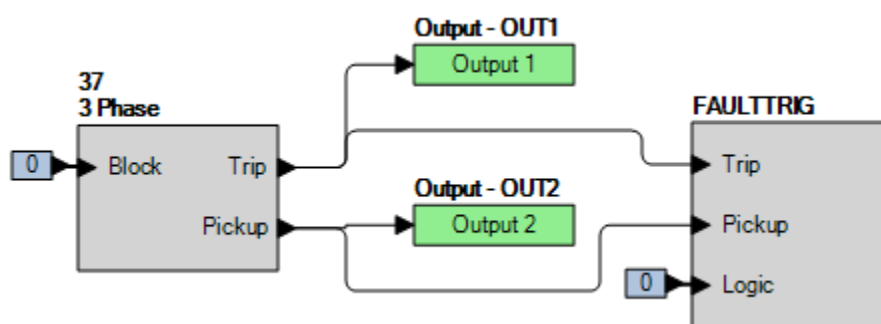

Figura 62-1. Ajustes de BESTlogicPlus
Paso 2: Utilice BESTCOMSPPlus para configurar la Lógica programable de BESTlogicPlus, como se muestra en la Figura 62-1.
Paso 4: Prepárese para monitorear la operación de la función 37. El funcionamiento se puede verificar monitoreando OUT2 (consulte la Figura 62-1).